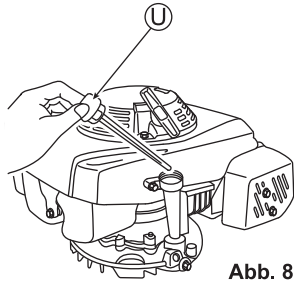

Abb. 8
1. Nehmen Sie den Öltankverschluss (U) ab, ziehen Sie den Ölstandanzeiger heraus und führen Sie ihn anschließend ein, ohne ihn zu verschrauben. (Siehe Abb. 8)
2. Nehmen Sie den Öltankverschluss (U) ab und vergewissern Sie sich, dass der Ölstand zwischen den Höchst- und Mindeststandmarkierungen des Ölstandanzeigers liegt.
4. Verschließen Sie den Öltankverschluss (U) nach der Überprüfung ordentlich.